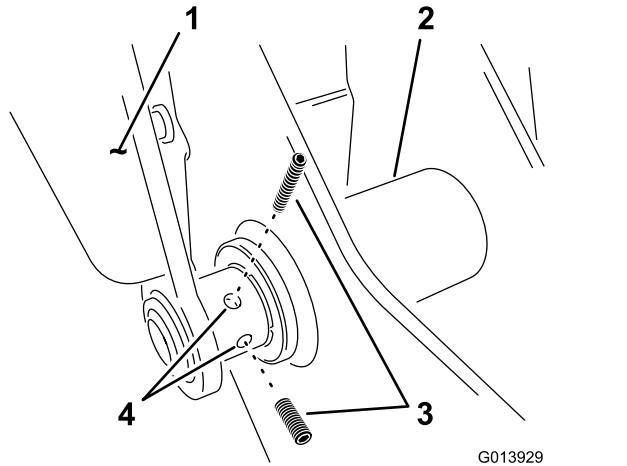

図 18
9. 左アームの下側ヒンジ部に固定ねじ2本を取り付ける 図 18。